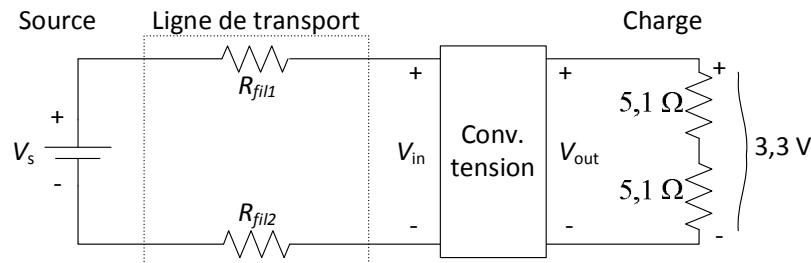

Figure 6 Schéma électrique de la configuration C.
Les configurations précédentes ne permettent pas de modifier la tension de la source, et par conséquent, la tension de la ligne de transport ne peut être augmentée. En ajoutant un convertisseur DC-DC (convertisseur de tension) pour abaisser la tension près de la charge, la tension de la ligne peut être modifiée (figure 6).
- ⑪ Réalisez le montage illustré à la figure 6. Pour chaque valeur de tension de source demandée dans le tableau 2, en lien avec la configuration C, effectuez les deux étapes suivantes.
- ⑫ Branchez le voltmètre à la source et ajustez la tension de la source à la valeur demandée. Mesurez la tension de la source à l'aide du multimètre plutôt que d'utiliser l'afficheur de la source. Si vous n'arrivez pas à fixer précisément la tension à la valeur demandée, utilisez la valeur indiquée par le voltmètre dans le tableau 2, à la place de la valeur demandée dans la première colonne (par exemple, 12,01 V à la place de 12 V).
- ⑬ Mesurez les différences de potentiel à l'entrée du convertisseur ainsi qu'à la charge. Consignez vos résultats dans le tableau 2. **Vérification** : dans chaque cas, ΔV_{in} devrait être inférieur à ΔV_{s} , et ΔV_{ch} devrait être situé entre environ 3,25 et 3,31 volts (la tension de sortie du convertisseur ne peut pas être ajustée, et il est possible qu'elle ne soit pas exactement 3,3 V).
- ⑭ **Vérification** : avant de quitter le laboratoire, tracez les graphiques des efficacités η_{trsp} et η_{conv} en fonction de ΔV_{s} à l'aide d'Excel, afin de vérifier qu'il n'y a pas de point singulier